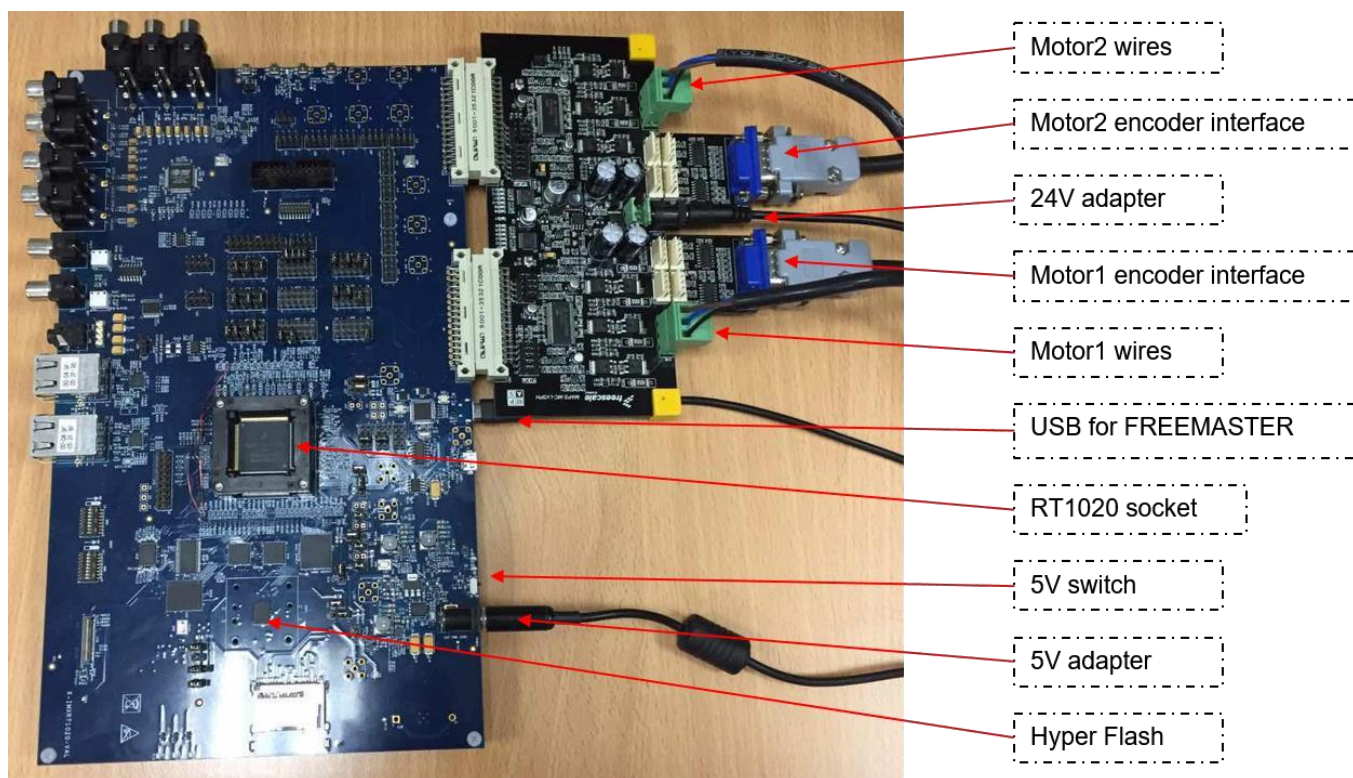

图9 建立双伺服演示
1. 根据图9所示，RT1020EVB和电机板连接在一起，并连接所有接口。